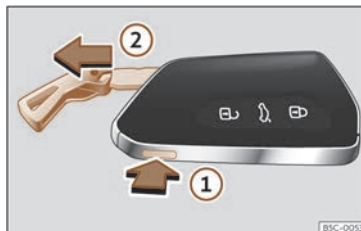

Fig. 79 Chave do vehículo: extraer o espadín.
- Prema o botón >>> fig. 79 ① para facer saír a argola a modo de chaveiro e poder extraer o espadín ②. Se preme lixeiramente sobre a argola, esta quedará fixa a modo de chaveiro.
- Prema o botón >>> fig. 79 ① para desbloquear. Manteña premido o botón ① e ao mesmo tempo tire da argola na dirección da frecha >>> fig. 79 ② para extraer completamente o espadín.